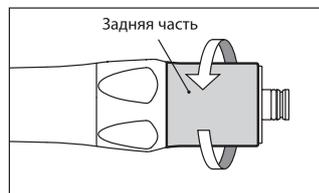

Рис. 9
- 1) Ослабьте и открутите заднюю часть корпуса наконечника. (Рис. 9)